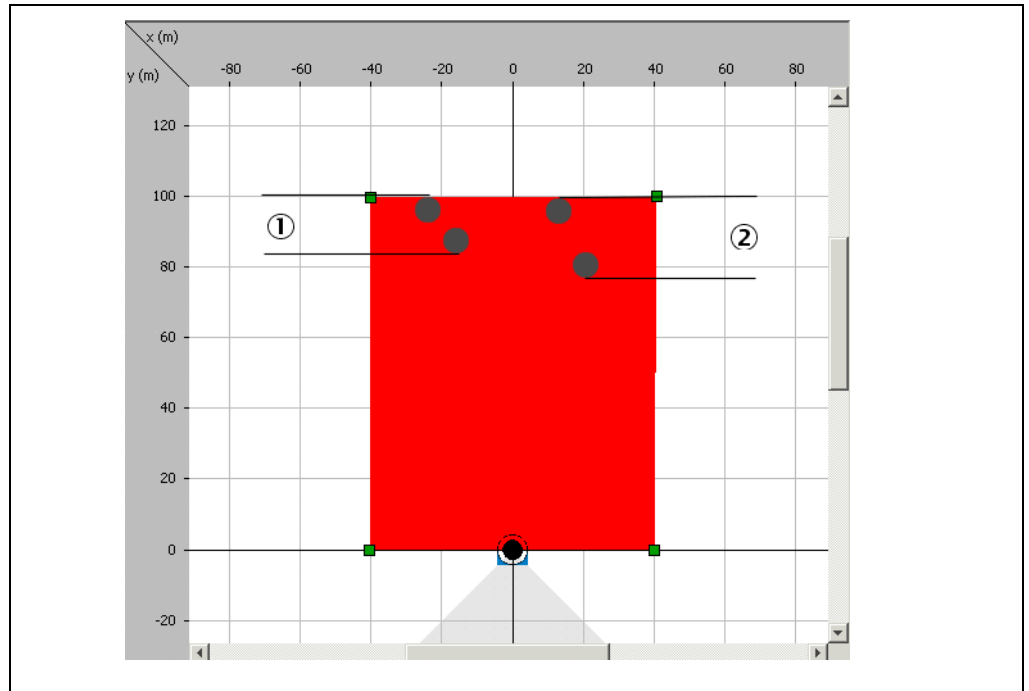

Abb. 13: Objekttrennung beim Ausblenden von Objekten
In **Abb. 13** sind die Objekte im Beispiel (1) so nahe beieinander (Distanz \leq Wert im Feld OBJEKTRENNUNG), dass sie als ein Objekt gesehen werden. Dadurch werden die Objekte nicht ausgeblendet und das Auswertefeld gilt als verletzt.